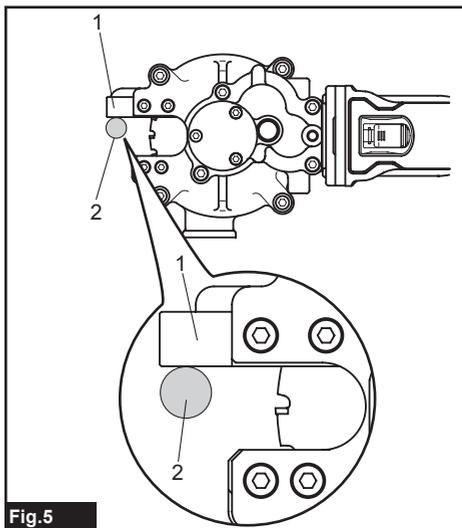

Fig.5
- Fig.5: 1. Guia 2. Vergalhões